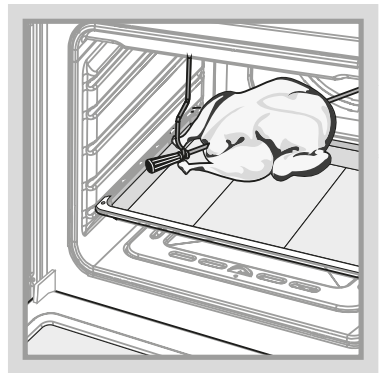

Рис.6
- Насадите на штык кусок мяса или тушку птицы и закрепите его вилками посредством крепежных винтов. Закрепленный на штыке кусок мяса должен находиться точно под грилем (рис. 6).